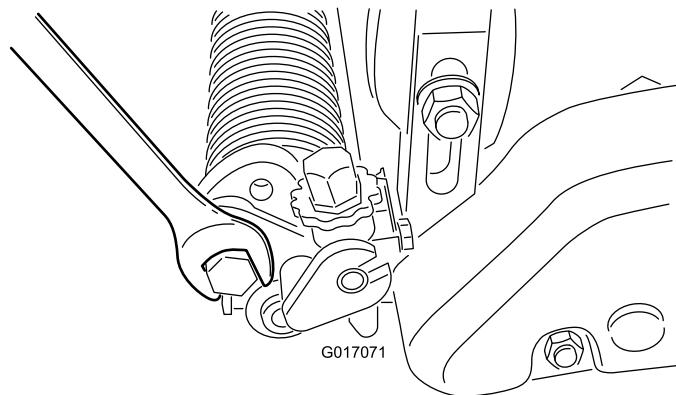

Рисунок 21
- A. Отпустите болты на правом и левом рычагах барабана (Рисунок 21).
- C. Затяните болты фиксации регулировки (Рисунок 21).